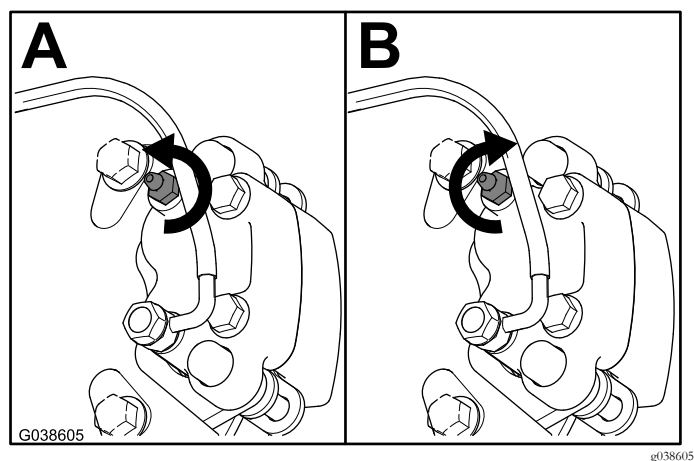

Figura 12
3. Com o pedal do travão totalmente pressionado, desaperte o parafuso de purga 1/4 de volta (Figura 12).
4. Com o pedal do travão totalmente pressionado, aperte o parafuso de purga 1/4 de volta (Figura 12).